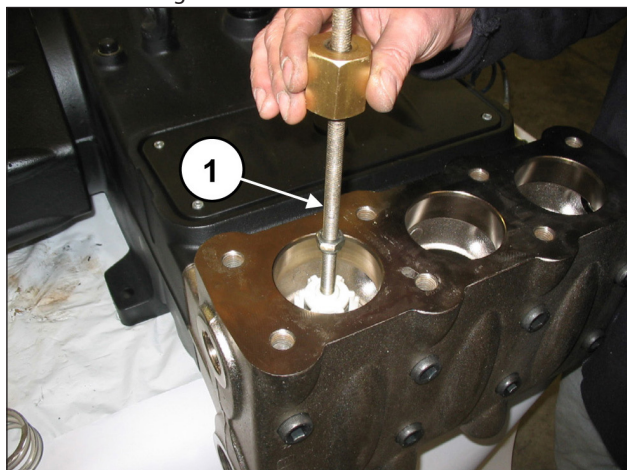

Fig. 103
Extraia o grupo da válvula de descarga por meio de um martelo extrator (cód. 27516400) a ser aplicado no orifício M10 da guia da válvula (pos. ①, Fig. 103) ou, além disso, um possível adaptador M10-M16 (código 25089700) a ser aplicado na rosca M16 da guia da válvula.